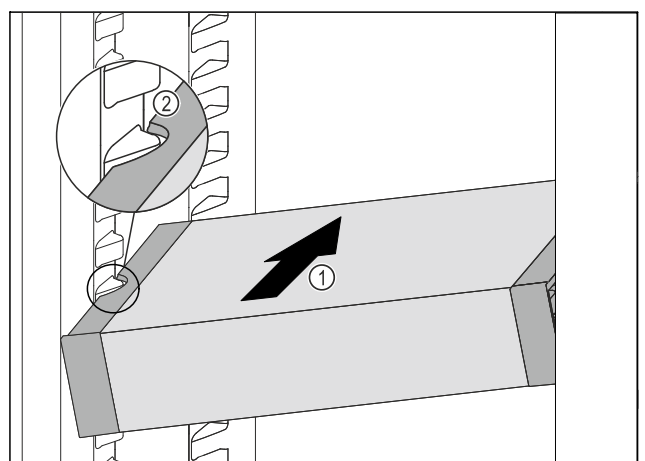

Fig. 89
- ▶ Predal VarioSafe potiskajte poševno v hladilnik Fig. 89 (1), dokler stranska izreza Fig. 89 (2) predala VarioSafe nista na višini nastavka za posodo v hladilniku.